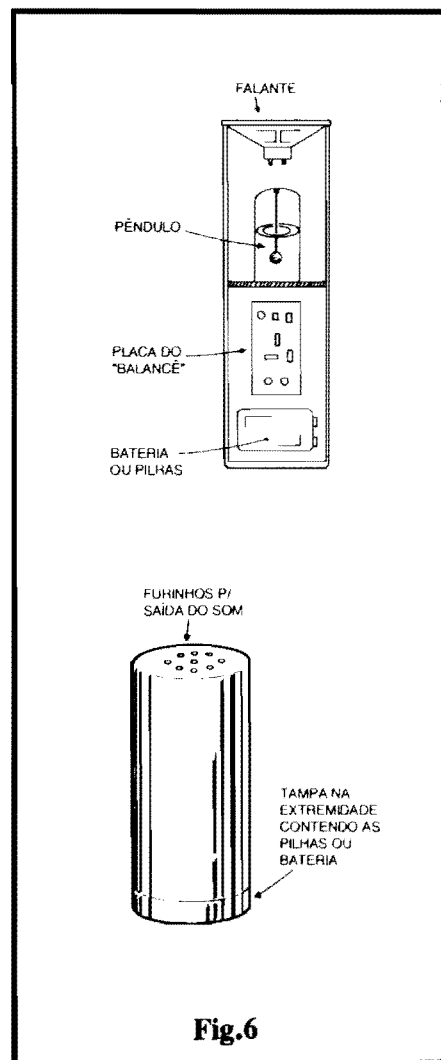

Fig.6
- FIG. 6 - O ACABAMENTO DO BALANCÊ! - Resumindo toda a idéia da brincadeira eletrônica que resultou o BALANCÊ!, acreditamos ser de certa importância "enfiar" tudo num container de forma e dimensões convenientes, no caso, um envoltório de forma cilíndrica ou tubular, cujo diâmetro (ver item OPCIONAIS/DIVERSOS da LISTA DE PEÇAS...) deve "bater" com o do alto-falante utilizado, e cujo comprimento total permita - mais ou menos de acordo com as sugestões da figura - acomodar
Com o formato final sugerido na fig. 6, uma das possibilidades é combinar o seguinte: o(a) participante deve, inicialmente, ficar em pé, com as costas apoiadas numa das paredes de um aposento, equilibrando o BALANCÊ! sobre a cabeça... Após alguns instantes de imobilidade, o eventual som disparado pelo dispositivo cessará... Só então começará a brincadeira! A pessoa deverá, então andar através de toda a largura ou comprimento do local, até a parede à sua frente, sem que o som do BALANCÊ! dispare...! Pensam que é fácil...? Então, experimentem...!
As possibilidades, como já dissemos, são "infinitas" (só a mente "maligna" de cada Leitor/Hobbysta poderá realmente "destrinchar" tudo o que se pode brincar, gostosamente, com o BALANCÊ! Se a construção e acomodação final (fig. 6) forem bem sólidas e consistentes, dá até para brincar de "tiro ao alvo", usando a caixa do brinquedo como "alvo", ao qual, de conveniente distância, os participantes poderão arremessar "projéteis macios" (feito aquelas "bolas de meias" usadas para derrubar pilhas de latas em parques de diversões...). Graças à presença do sensor interno de balanço ou movimento, mesmo um leve "toque" da bola no BALANCÊ! fará disparar o sinal sonoro, indicando - "sem furo" - o acerto...